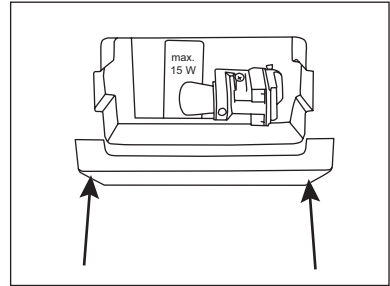

fig. 9
2. Démonter l'écran d'éclairage (fig. 9).